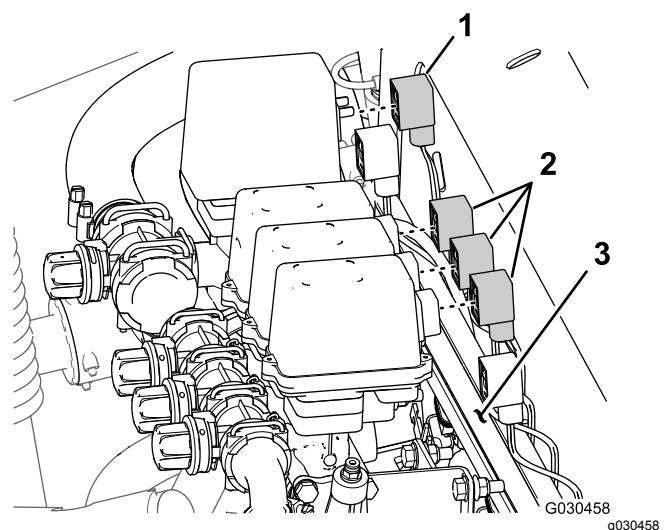

**Bild 53**
4. Ziehen Sie den Druckmessschlauch für das Messgerät am Armaturenbrett aus dem hinteren Maschinenkabelbaum (Bild 53).